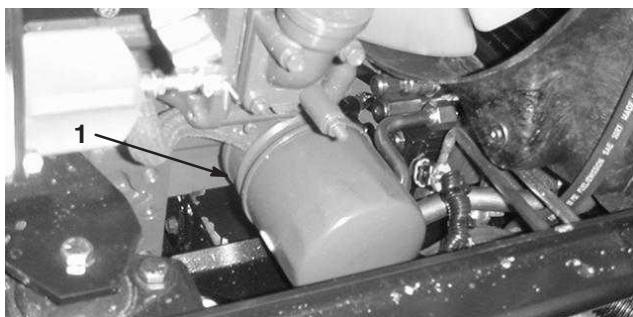

Bild 47
- Entfernen Sie den MotorölfILTER (Bild 47). Ölen Sie die neue Dichtung am Ölfilter leicht mit frischem Öl ein, bevor Sie den Filter eindrehen. **Ziehen Sie nicht zu fest.**